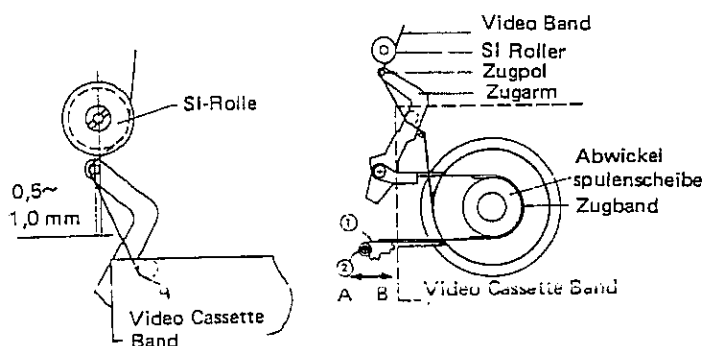

Abbildung 14.
1. Wenn der Spannpol sich weniger als 0,5 mm links vom Mittelpunkt der SI-Rolle befindet, bewegt man den Spannband-Einstellwinkel (1) in Pfeilrichtung (B) gemäß Abb. 14 und zieht die Schraube fest.
2. Wenn der Spannpol sich mehr als 1 mm links vom Mittelpunkt der SI-Rolle befindet, bewegt man den Spannband-Einstellwinkel (1) in Pfeilrichtung (A) gemäß Abb. 14 in Führung wie in 73 dargestellt ansetzen.